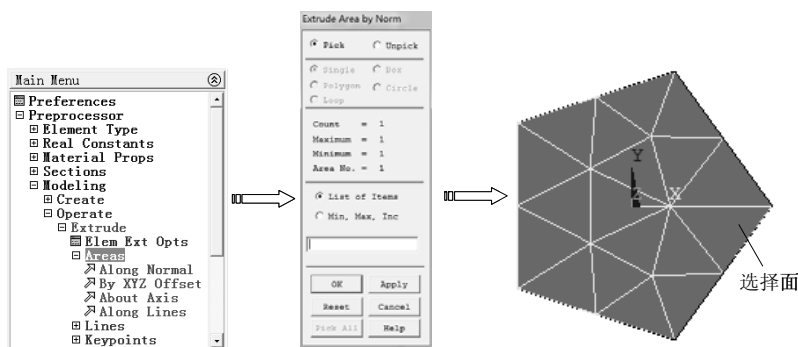

图 3-60 选择面
8) 选择 “Main Menu>Preprocessor>Modeling>Operate>Extrude>Areas>Along Normal” 命令, 弹出 “Element Area by Norm” 对话框, 选择绘制好的二维网格面, 单击 “OK” 按钮完成, 如图 3-60 所示。